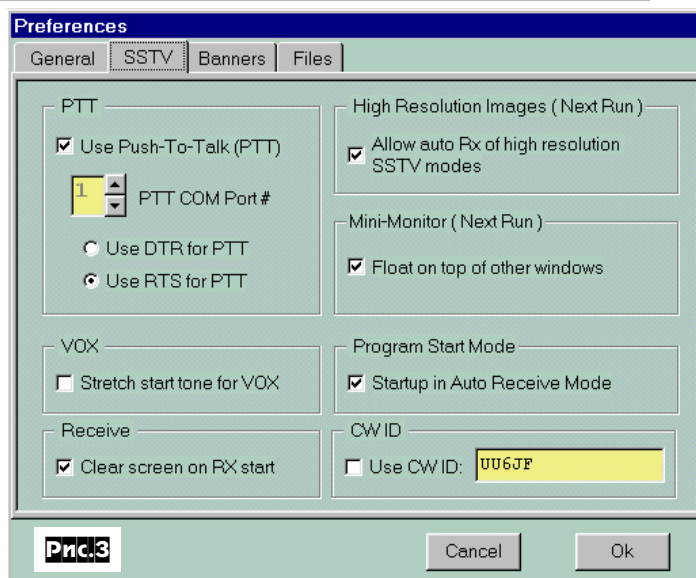

Рис.3
- ② «**SSTV**» - параметры для управления трансивером и приема картинок (рис.3).